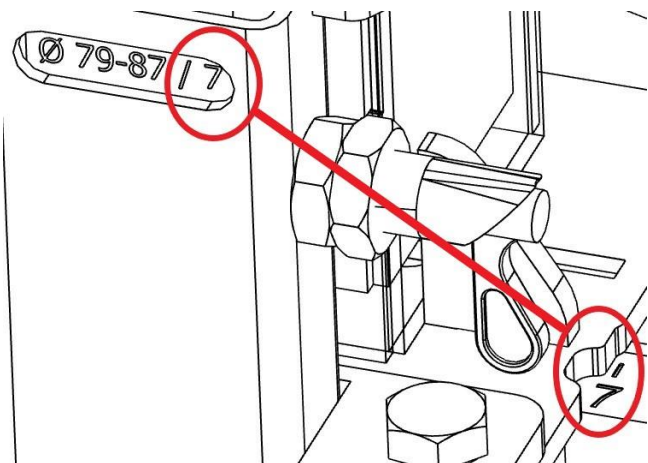

Abb. 3.1
5. Esempio: per il tubo  $\varnothing$  790 - 870 mm il numero "7" (che viene visualizzato nella finestra di ispezione  $\varnothing$  79-87/7 (fig. 1.2)), quindi il numero "7" deve essere visibile su entrambe le parti laterali (fig. 3.1).